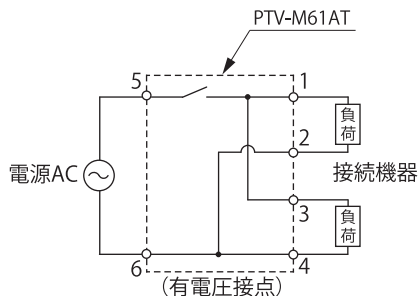

図6 冷却用、異常温度検知用 結線図(AC電源)
- 直流機器の場合、負荷の端子(1、3)に+(プラス)極、負荷の端子(2、4)に-(マイナス)極を接続してください。(図6、7)